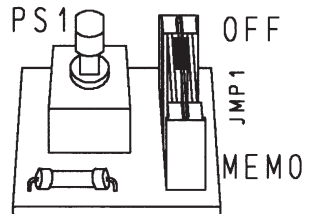

Fig. 15
- 6- rilasciare il pulsante, posizionare in OFF JMP1 (Fig. 15) e riposizionare i DIP SWITCH della scheda elettronica nel modo precedente.
- 6- release the pushbutton, set JMP1 to OFF (Fig. 15) and reposition the electronic card DIP SWITCHES to the original positions.
- 6- relâcher le bouton, mettre JMP1 sur OFF (Fig. 15) et remettre les interrupteurs DIP de la carte électronique sur leurs positions précédentes.
- 6- Lassen Sie die Taste los und bringen Sie JMP1 in Stellung OFF (Abb. 15) und die DIP-Schalter der Steuerelektronik in die Ausgangsposition.
- 6 - soltar el pulsador, colocar JMP1 en OFF (Fig. 15) y colocar los DIP SWITCHES de la ficha electrónica como antes.